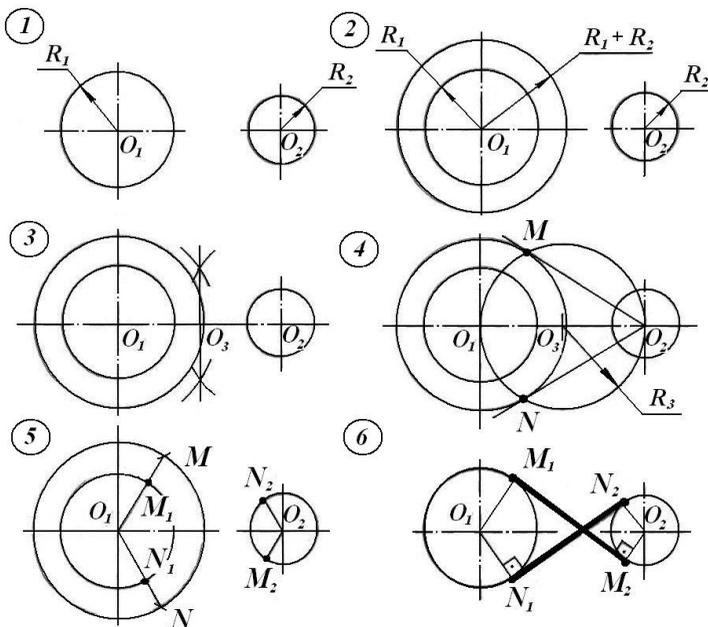

Рис. 56.
- 1) Даны две окружности с радиусами R_1 и R_2 (рис.56).